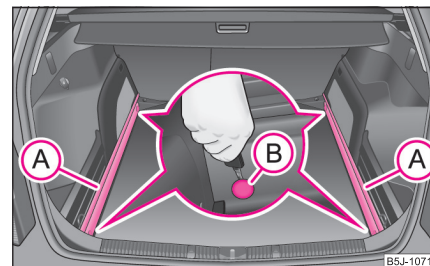

Abb. 70 Gepäckraum: Sicherungspunkte lösen
- Lösen Sie die Sicherungspunkte **(B)** an den Trageschienen mit dem Fahrzeugschlüssel bzw. mit einem flachen Schraubendreher ⇒ Abb. 70.